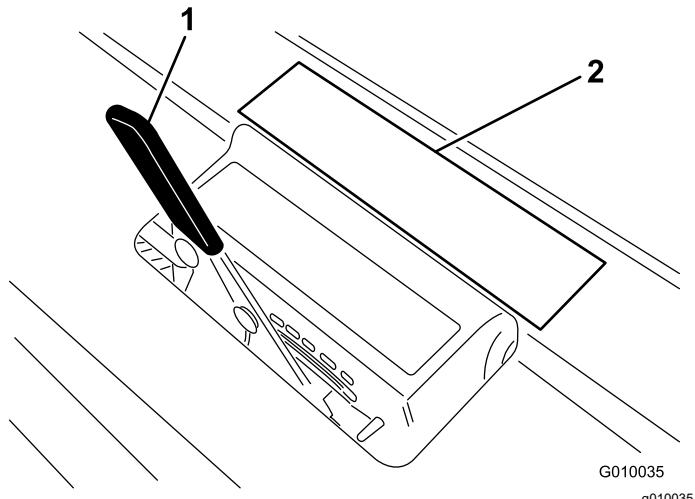

Bild 16
- Legen Sie die Tines auf den Aufkleber für die Tines-Tiefe (Bild 16). Richten Sie ein Ende mit der gewünschten Aerifiziertiefe aus (siehe das Tines-Overlay auf dem Aufkleber).